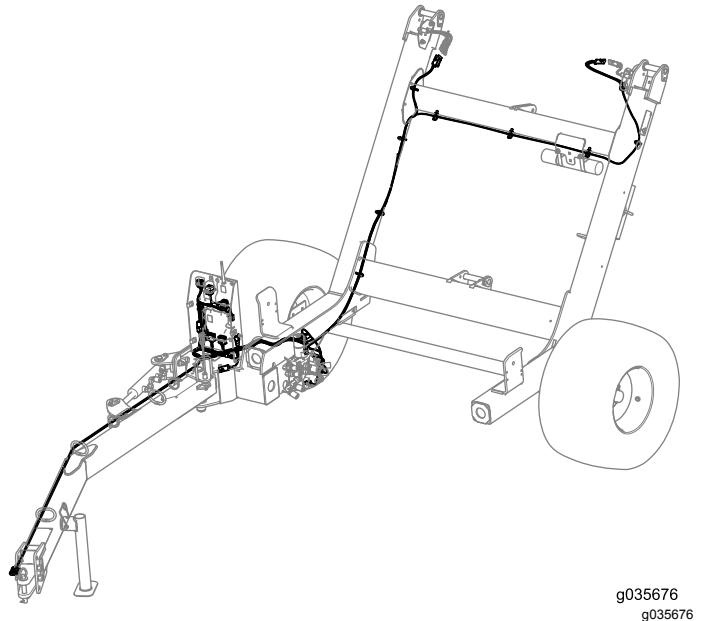

Bild 20
- Verlegen Sie den Kabelbaum entlang des Rahmens des geschleppten Fahrzeugs (Bild 20).